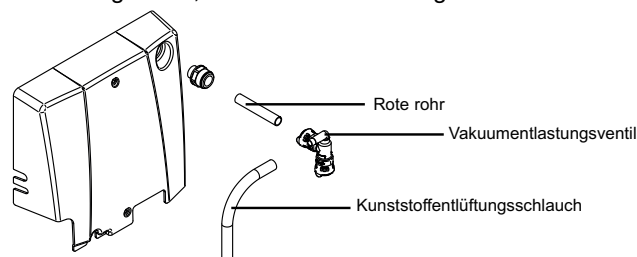

Abb. 23 Anschluss für den Belüftungsventil
Schritt 12: Anschluss an die Heißwasserversorgung (siehe Abb. 23)